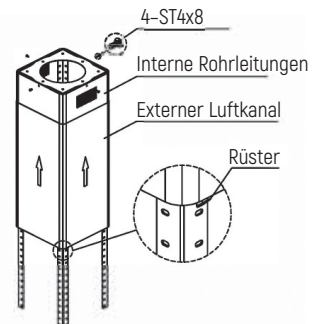

Abb. 3
3. Befestigen Sie das Innenrohr an den Aufhängesträgern, befestigen Sie das Außenrohr an der entsprechenden Stelle und setzen Sie die Schelle ein, um das Außenrohr vorübergehend zu befestigen. Siehe Abbildung 3.